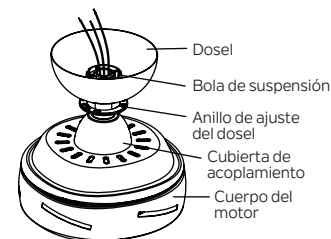

Figura 9
Paso 5. Deslice la cubierta del acoplamiento, el anillo de ajuste del dosel y el dosel sobre la varilla de extensión. Vuelva a instalar con cuidado la bola de suspensión en la varilla. Asegúrese de que el pasador transversal esté en la posición correcta y que los tornillos de fijación estén apretados y que los cables no estén torcidos. (Figura 9)